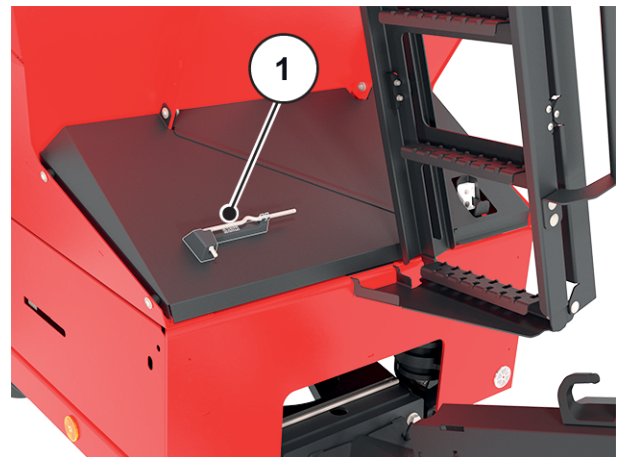

Abb. 37: Lage des Einstellhebels
- ▶ Einstellhebel wieder in die dafür vorgesehene Halterung ablegen. Siehe *Abb. 37 Lage des Einstellhebels*